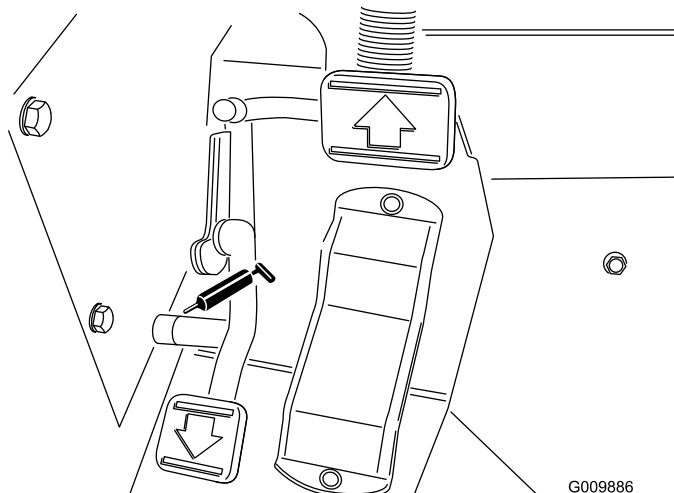

Figura 41
- Aste orientabili (3) (Figura 41)